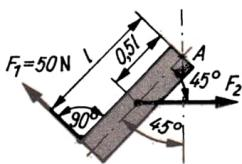

Bild 47
- 3.78** Im mechanischen System nach Bild 47 ist ein um die Achse *A* drehbarer Hebel (Gewichtskraft 100 N) um 45° aus der Vertikalen ausgelenkt und wird durch die Kräfte F_1 und F_2 in dieser Lage gehalten. Berechnen Sie 1. die Kraft F_2 und 2. die im Achslager angreifende Kraft F_3 (Betrag und Richtung).